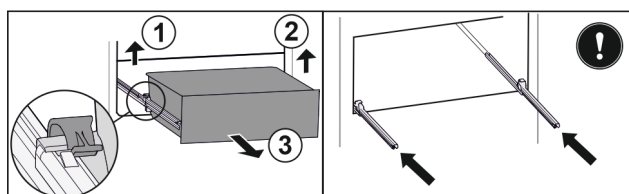

Fig. 131
- Zvedněte levou svorku a současně vytáhněte zásuvku vlevo dopředu. Fig. 131 (1)
- Zvedněte pravou svorku a současně vytáhněte zásuvku vpravo dopředu. Fig. 131 (2)
- Vyjměte zásuvku dopředu. Fig. 131 (3)